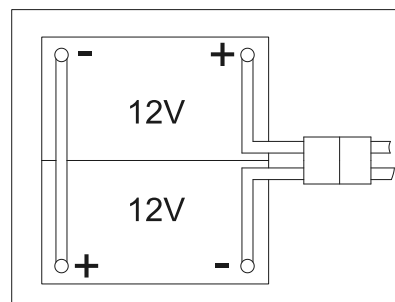

Figura 3
La máquina requiere dos baterías de 12 V, conectadas según el diagrama (Figura 3).
4. Abra la tapa del depósito de recogida (1) y compruebe si el depósito de recogida (25) está vacío; de lo contrario vacíelo mediante la manguera de desagüe (22).
5. Cierre la tapa del depósito de recogida (1).
6. Vuelque el depósito de recogida con cuidado (25).
8. Pase e instale el cable de las baterías como se indica (en la Figura 3), luego apriete cuidadosamente la tuerca en cada uno de los terminales de la batería.
9. Coloque la tapa protectora en cada terminal, a continuación, conecte el conector de la batería (38).
10. Baje con cuidado el depósito de recogida (25).